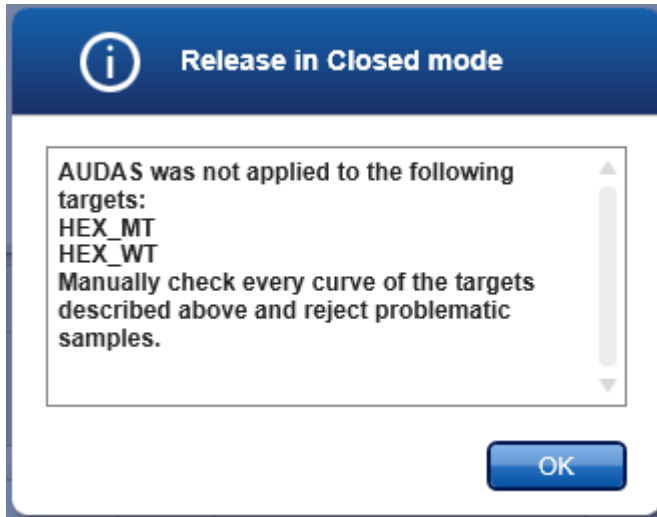

Figura 16. Alerta AUDAS.
- Se muestra la siguiente alerta AUDAS (Automatic Data Scan [Escaneado automático de datos]) (Figura 16). En la sección "Plots and Information" (Gráficos e información), compruebe de forma manual las curvas de fluorescencia de los objetivos HEX para detectar anomalías (p. ej., picos causados por errores de hardware).